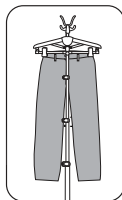

fig.19
- Placer votre vêtement sur le cintre pantalon (robe/jupe/pantalon) à l'aide des deux pinces. (fig. 19)